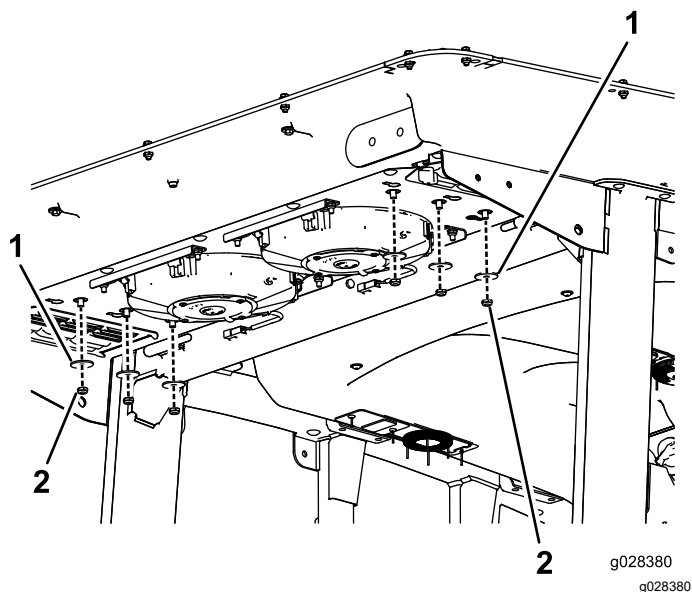

Figure 105
- Retirez les 6 écrous et rondelles au bas de l'arrière de la cabine (Figure 105).